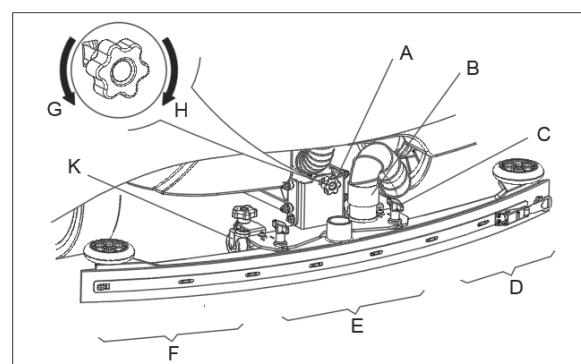

Figure 10
- Installer la raclette et serrer les écrous (C, Figure 10), puis raccorder le tuyau d'aspiration (B) à la raclette.
- Régler la raclette par la molette de réglage de la raclette (A).
- En cas d'écart entre le sol et la section centrale de la lame de raclette arrière (E), régler la molette (A) dans le sens des aiguilles d'une montre (H) jusqu'à ce que toutes les sections de la lame de raclette arrière soient en contact avec le sol et que la lame avant touche à peine le sol.
- En cas d'écart entre le sol et les deux sections finales de la lame de raclette arrière (D et F), régler la molette (A) dans le sens contraire des aiguilles d'une montre (G) jusqu'à ce que toutes les sections de la lame de raclette arrière soient en contact avec le sol et que la lame avant touche à peine le sol.